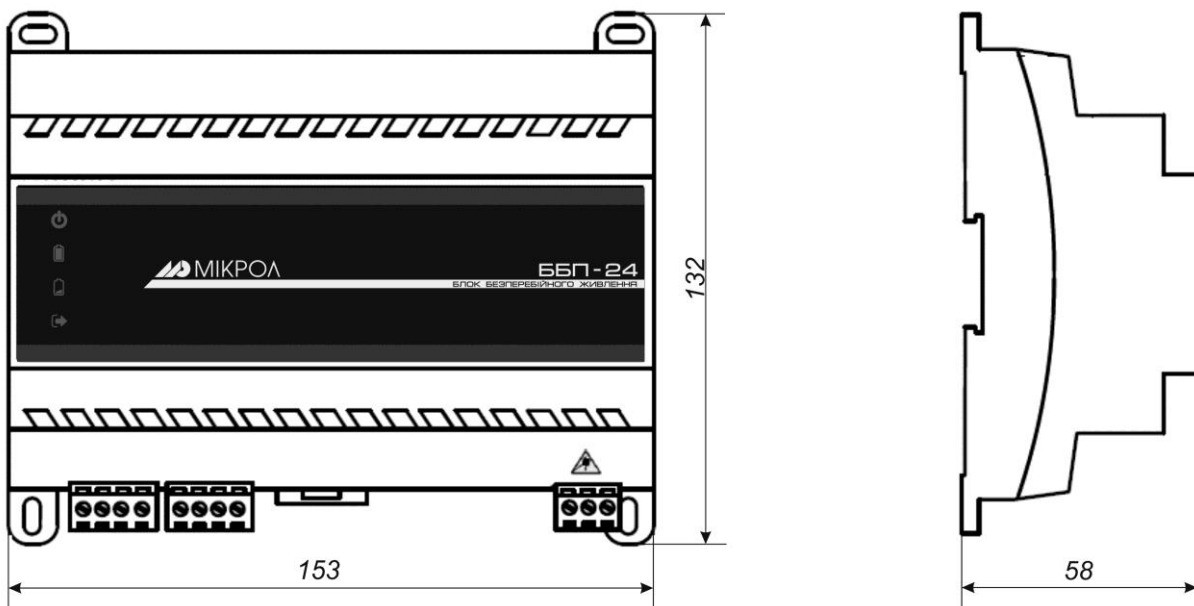

Рисунок 1.4.1 – Зовнішній вигляд і габаритні розміри блока ББП-24
1.4.1.1 Загальний вигляд і габаритні розміри блока ББП-24 наведені на рис. 1.4.1